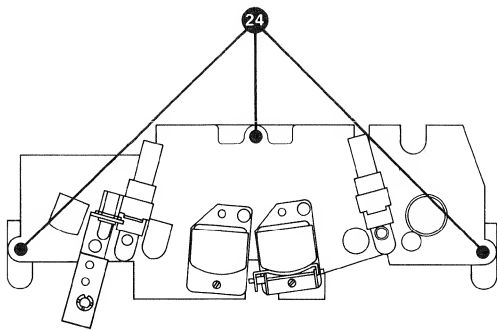

Fig. 2.6.-1
- 3 Schrauben (24) (Fig. 2.6.-1) lösen.
- Remove 3 screws (24) (fig. 2.6.-1).